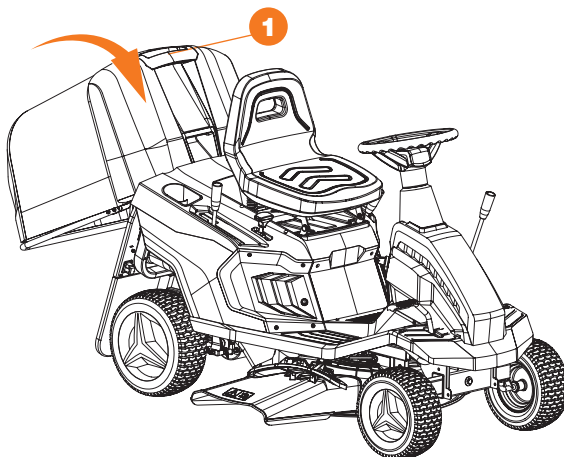

Рис. 22
- Удерживайте заднюю рукоятку **1** и наклоните мешок для сбора травы, чтобы опустошить его (Рис. 22).